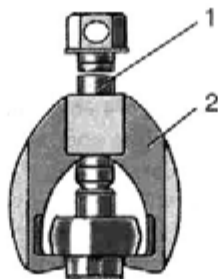

Рис. 7.3. Съемник 7823-6092 для снятия сошки рулевого управления:
- отвернуть гайку крепления сошки и снять съемником 7823-6092 (рис. 7.3) сошку с вала-сектора рулевого механизма;